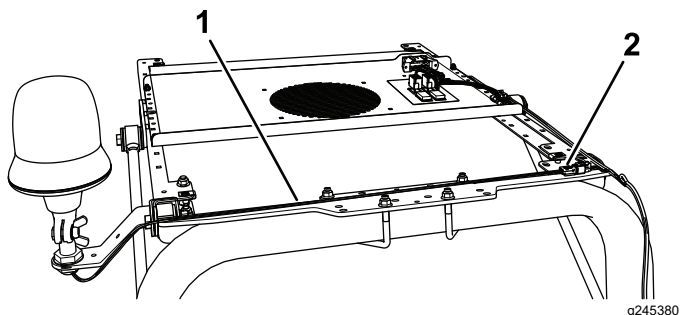

Figura 10
7. Ligue o conector na cablagem do sinal luminoso ao conector na cablagem do painel de interruptores (Figura 10).
8. Encaminhe a cablagem do sinal luminoso conforme se mostra na Figura 10 e prenda com as braçadeiras.